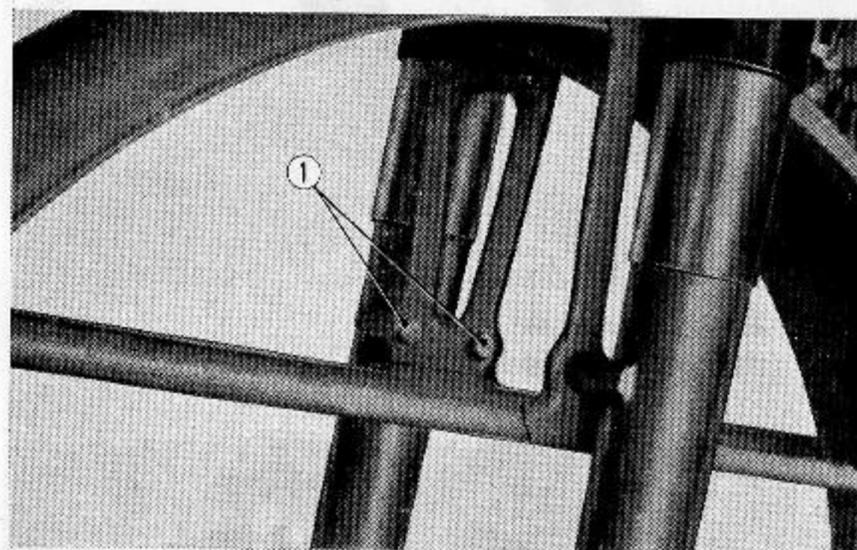

Abb. 4.14 Vorderradschutzblech ausbauen
- (1) Obere Gabelbrücke nach Angaben in Abschnitt 4.1 A ausbauen.
- (2) Tachometerkabel-Befestigungsmutter abschrauben und das Kabel vom Tachometer lösen. Die beiden 8×22 Sechskantbolzen lösen und den Scheinwerfer abbauen.
- (3) Motor aufbocken, damit das Vorderrad den Boden nicht berührt. Dann die vordere Achsmutter lösen und die Achse herausziehen. Das Vorderrad ist damit ausgebaut.
- (4) Zwei 6×12 mm Sechskantbolzen, die das Schutzblech mit dem Vorderradstoßdämpfer verbinden, an beiden Seiten lösen. (Abb. 4.14)